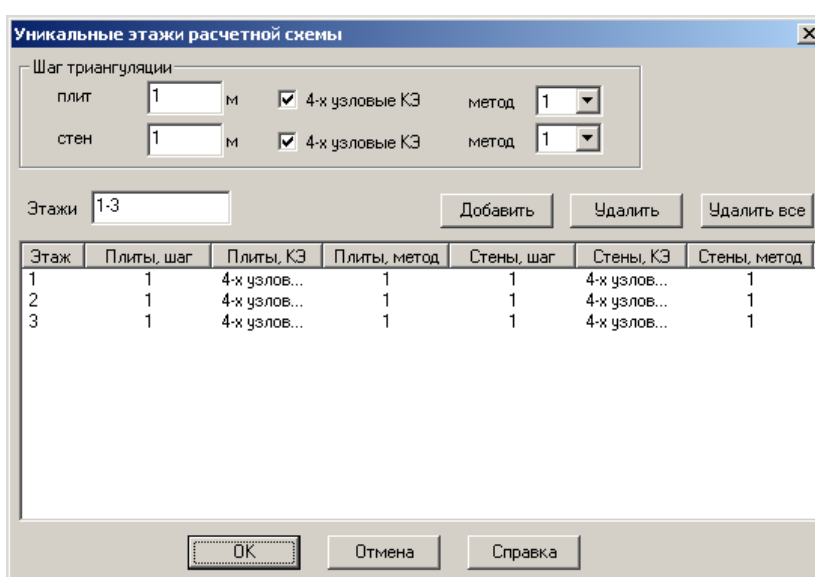

Рис.1.20.2. Окно диалога **Уникальные этажи расчетной схемы**
- в окне диалога **Уникальные этажи расчетной схемы** (рис.1.20.2) выполните следующие действия: